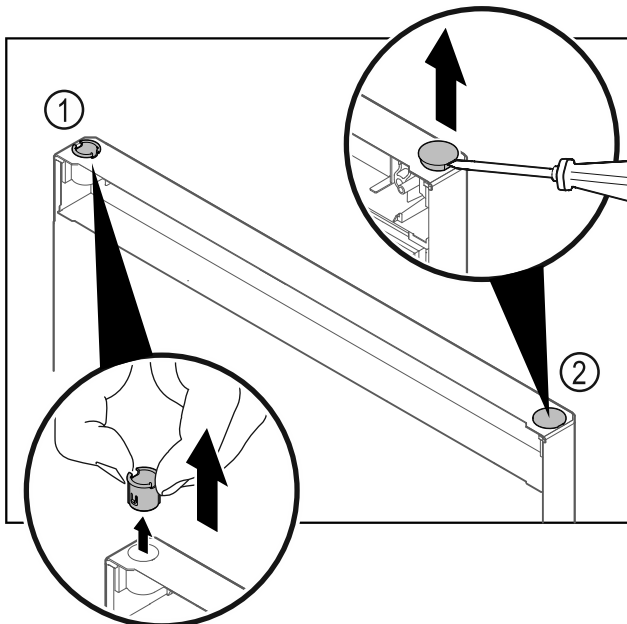

Fig. 22 Jahutusosa uks
- Tõmmake šarniiripuks Fig. 22 (1) sõrmedega välja.
- Tõstke kattedekork Fig. 22 (2) ettevaatlikult lapikkruvikeerajaga üles ja tõmmake välja.